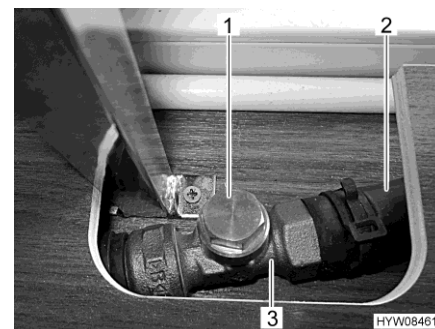

Bild 164 Drossel (geöffnet)
- Umgehungsleitung (Bild 164,2) hinter der Drossel (Bild 164,3) anfassen. Der Schlauch muss handwarm sein.